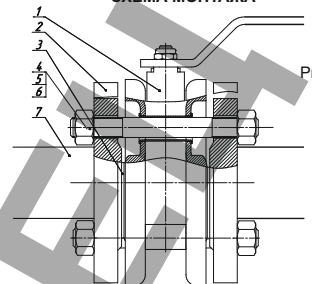

Рис. 2
4. При монтаже на горизонтальном, вертикальном трубопроводах кран (1) (Рис. 2) должен быть полностью открыт.
6. Зафиксировать фланцы (2) на трубопроводе (7) при помощи специализированных монтажных срубцин, сохраняя параллельность ответных фланцев и соосность основного трубопровода.
7. Прихватить фланцы (2) сваркой к трубопроводу (7) в четырех точках, демонтировать кран, произвести приварку по ГОСТ 16037.
9. Соблюдая ГОСТ Р 53672 п. 9.6 произвести монтаж крана (1), только после охлаждения фланцев (2) до температуры не более 50 °С, используя прокладочный материал (3) произвести затяжку шпилек (4,5,6).